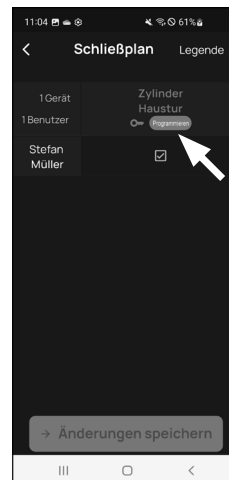

Abb. 4
- ❺ Wenn Änderungen im Schließplan gemacht wurden, erscheint die Anzeige des jeweiligen Zylinders rot und wird durch den Button „Programmieren“ ergänzt. Die App teilt Ihnen damit mit, dass die Einstellungen noch nicht auf den Zylinder übertragen wurden. Um dies zu machen, tippen Sie beim jeweiligen Zylinder auf den roten Button „Programmieren“ (Abb. 4).